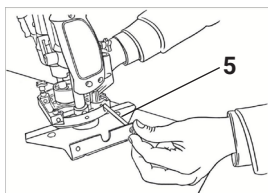

рис.1
1.6 Общий вид фрезера представлен на рис. 1